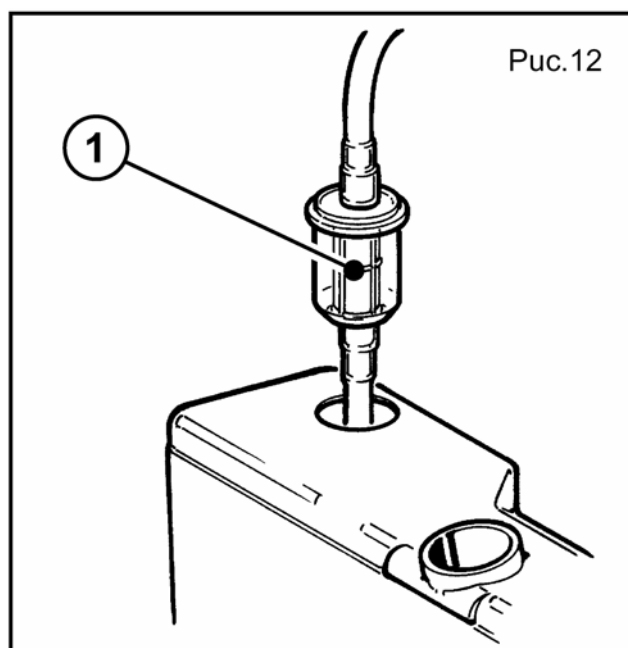

Рис.12
- Для дозаправки маслом помпы, используйте минеральное масло SAE 20W40. Количество: 110 г. Периодически проверяйте масляный фильтр (1, рис. 12). Если он сильно загрязнен или поврежден, замените его.